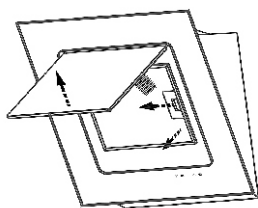

рис. 4
8.3 Для очистки алюминиевого фильтра извлеките его из вытяжки (рис.4). Произведите очистку фильтра с помощью щетки горячим водным раствором нейтрального моющего средства вручную или в посудомоечной машине (при 60°C). Сильно загрязненный фильтр не следует мыть в посудомоечной машине вместе с посудой. Старайтесь не сгибать фильтр при мойке. Возможное изменение цвета фильтра, с течением времени, не приводит к снижению эффективности его действия.
Чтобы снять алюминиевый фильтр, нажмите на пружинный замок фильтра и потяните его на себя (рис. 4).
- 6.1.2 Перед установкой кухонной вытяжки снимите алюминиевый фильтр (рис. 4). Предварительно открьйте стеклянную откидную панель:
- потяните за нижний край откидной панели, как показано на (рис. 4) и открьйте ее;